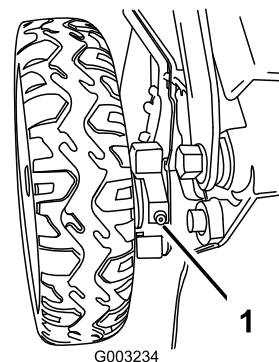

図 34
1. 後輪のすぐ内側にあるグリスフィッティングをきれいに拭く 図 34。